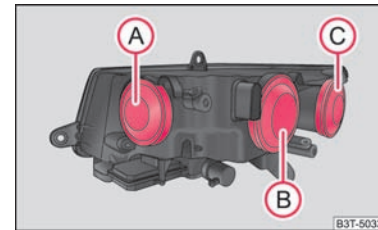

Abb. 215 Scheinwerfer vorn: Einbaueinheit der Lampen
Positionen der Glühlampen im Scheinwerfer vorn ⇒ Abb. 215.
- Nehmen Sie die Schutzkappe ab (A) ⇒ Abb. 215.
- Nehmen Sie die Schutzkappe ab (B) ⇒ Abb. 215.